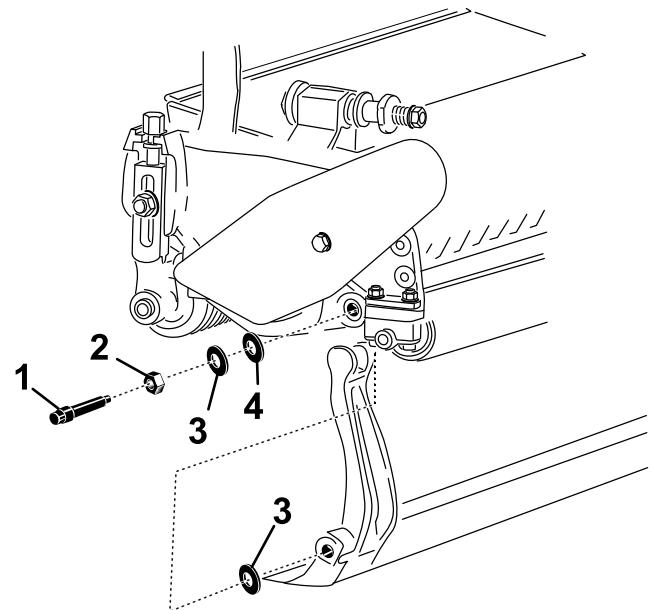

図 22
ベッドバーの両端にそれぞれナイロンワッシャ2枚とスチールワッシャが1枚ずつあるので注意する図 22。
3. サイドプレートのボスの両側にナイロンワッシャを入れる。その外側からスチール製ワッシャを取り付ける(図 22)。